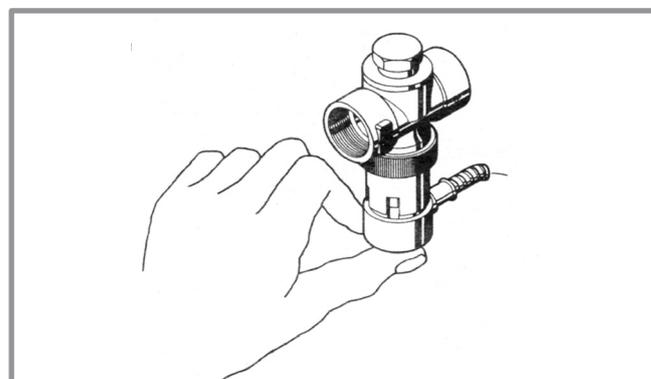

fig. 28 - Vanne de sécurité thermique
- Presser le capuchon rouge contre la soupape (*fig. 28*)